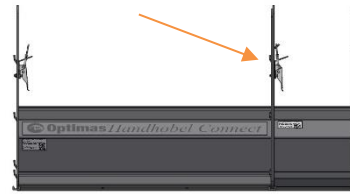

Abb. 6
1. Die einzelnen Zwischenteile werden ineinander gehängt und mit dem Spannverschluss arretiert. (Abb.6)